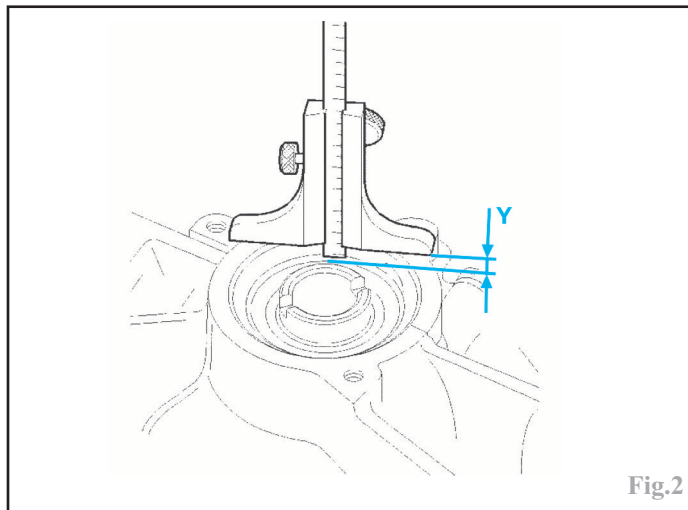

Fig.2
-à l'aide d'une jauge de profondeur, mesurer la distance (**Y**) entre le plan de joint du carter et la bague extérieure du roulement (Fig.2).